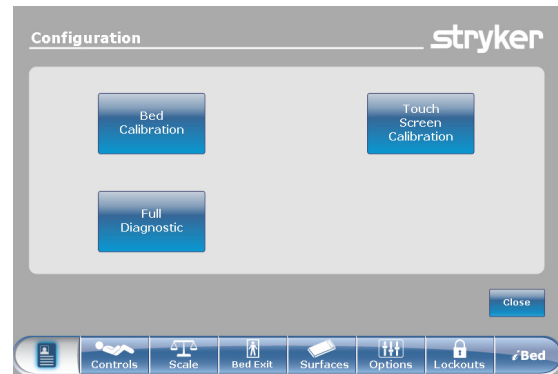

Figure 3 : Fonctions du menu de configuration
Les items A, B et C suivants sont des boutons de configuration qui sont disponibles et affichés sur l'écran de configuration (figure 3).
1. Pour débiter la calibration du lit, appuyez sur le bouton «Calibration du lit» dans l'écran de configuration (référez-vous à la Figure 3).